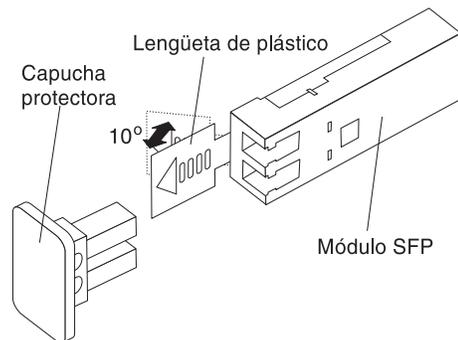

Figura 14. Desbloqueo del pestillo del módulo SFP (variedad de plástico)
- Para los módulos SFP que contienen lengüetas de plástico, desbloquee el pestillo del módulo SFP tirando de la lengüeta de plástico hacia el exterior, hasta formar un ángulo de 10°, tal como se muestra en la Figura 14.